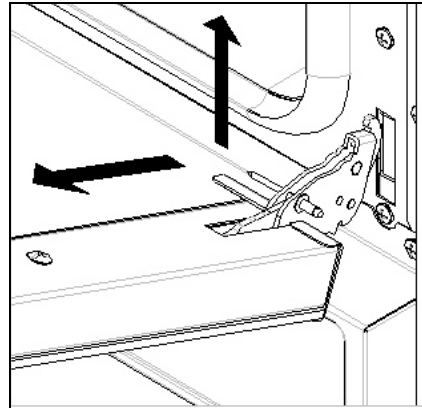

Fig. 7
- alzar un poco la puerta y deshebrarla (Fig. 7);